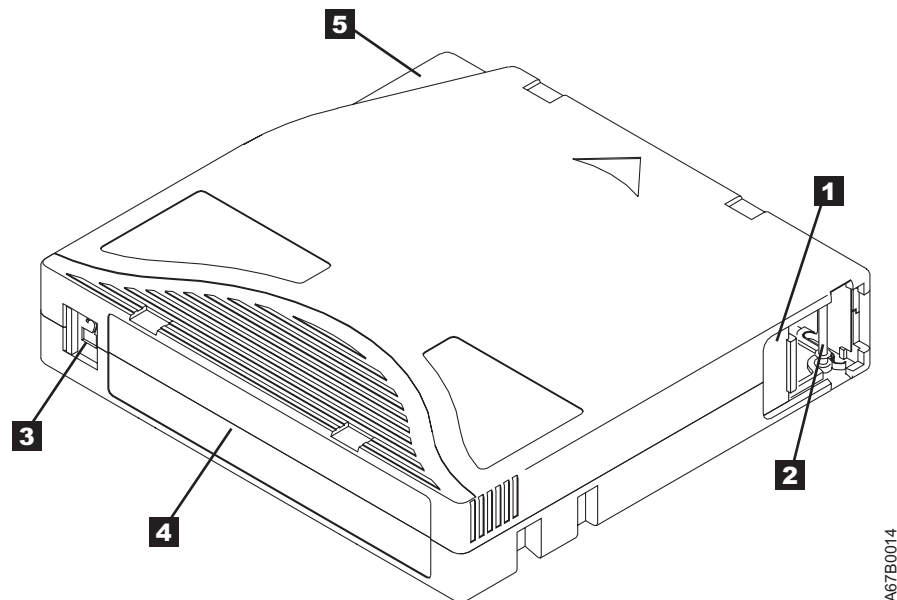

Abbildung 7. IBM LTO Ultrium Datenkassette
In Abb. 7 werden die IBM LTO Ultrium Datenkassette und ihre Komponenten gezeigt.
Die Kassettenklappe (**1** in Abb. 7 auf Seite 23) schützt das Band gegen Verschmutzung, wenn sich die Kassette außerhalb des Laufwerks befindet. Hinter der Klappe ist das Band an einem Bandmitnehmerstift **2** angebracht. Wenn Sie die Kassette in das Laufwerk einlegen, zieht ein Einfädelungsmechanismus den Stift (und das Band) aus der Kassette über den Schreib-/Lesekopf des Laufwerks und auf eine nicht entfernbare Aufrollspule. Der Schreib-/Lesekopf kann dann Daten vom Band lesen oder Daten auf das Band schreiben.
- Bringen Sie das Etikett auf dem vertieften Etikettbereich an (siehe **4** in Abb. 7 auf Seite 23).